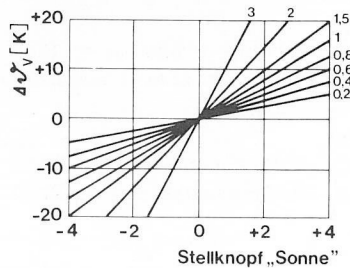

Bild 12 Zentralgerät ZKP, Frontansicht mit Diagrammen
4.1.4 Temperatureinstellung am Stellknopf „Sonne“ (Bild 12)
4.1.5 Temperatureinstellung am Stellknopf „Mond“ (Bild 12)
4.1.6 Programmschalter (Bild 12)
Drehen des Minutenzeigers bis Markierungsdreieck (Bild 12) auf die tatsächliche Uhrzeit und den Wochentag am Schaltring zeigt.